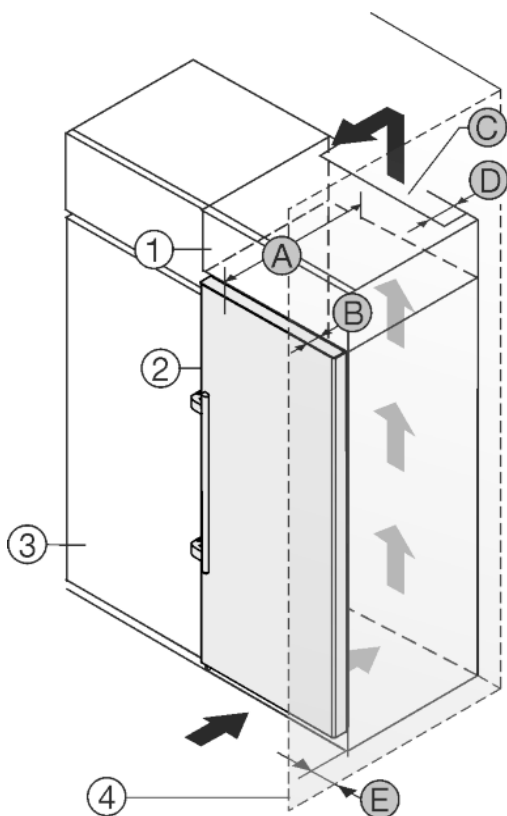

Fig. 25
Het apparaat kan in keukenkasten worden ingebouwd. Om het apparaat *Fig. 25 (2)* aan de hoogte van het keukenblok aan te passen, kan boven het apparaat een opzetkast *Fig. 25 (1)* worden aangebracht.
Het apparaat kan direct naast de keukenkast *Fig. 25 (3)* worden geplaatst. Om de deuren volledig te kunnen openen, moet het apparaat overeenkomstig de diepte *Fig. 25 (B)* t.o.v. het keukenkastfront uitsteken. Afhankelijk van de diepte van de keukenkast en het gebruik van de wandafstandhouders kan het apparaat verder uitsteken.
- Aan de achterzijde van de opzetkast moet een luchtafvoerkanaal met de diepte *Fig. 25 (D)* over de volledige breedte van de opzetkast aanwezig zijn.
- Onder het plafond moet de ventilatiedoorsnede *Fig. 25 (C)* worden aangehouden.
Wanneer het apparaat met de scharnieren naast een wand *Fig. 25 (4)* wordt geplaatst, moet de afstand *Fig. 25 (E)* tussen apparaat en wand worden aangehouden. Dit komt overeen met de uitsteekmaat van de handgreep bij geopende deur.